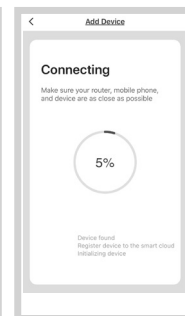

Abb. 10
- Dann beginnt der Einstellprozess, das über eine bestimmte Zeit dauern kann (Abb. 10).
- Während des Versuchs um Verbindung mit dem Gerät (Abb. 10) versuchen Sie sich manuell an sein WiFi-Netz anzuschließen.